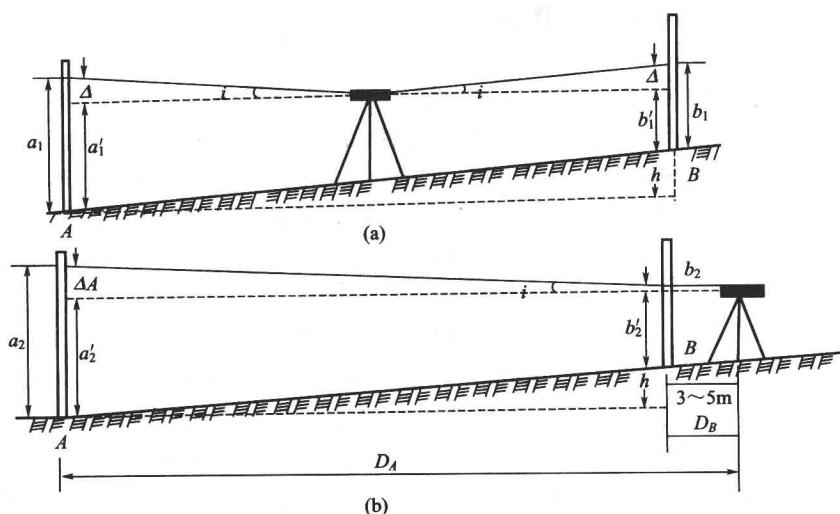

图 1-1
(1) 检验与校正的顺序应遵循下述原则: 即前面检验的项目不受后面检验项目的影
(2) 检验与校正的顺序如下。
① 圆水准器的水准轴应与仪器的旋转轴平行的检验与校正
② 十字丝横丝应与仪器旋转轴垂直的检验与校正
③ 望远镜视准轴应与水准管的水准轴平行的检验与校正
a. 检验方法 在平坦地方选定适当距离的两个点 A 和 B ，并用木桩钉入地面，或用尺垫代替。置水准仪于 A 、 B 的中间，使两端距离严格相等，如图 1-1(a) 所示，此时测量出正确的高差 h_{AB} ，然后将仪器置于 B 点附近，如图 1-1(b) 所示，测量有 i 角影响的高差 h''_{AB}